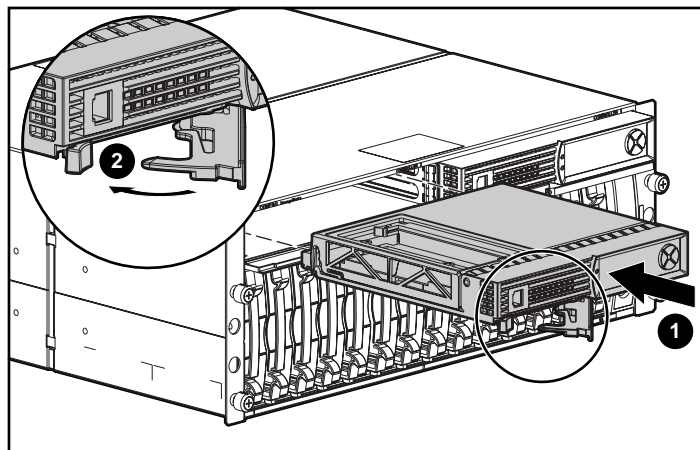

Figura 13: Installazione del controller di sostituzione
3. Come mostrato nella Figura 13, inserire il controller di sostituzione all'interno del telaio ❶.